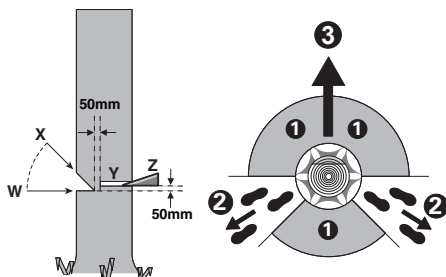

Fig. 1
Praticare il taglio di abbattimento almeno (Y) 50 mm sopra l'intaglio direzionale orizzontale, come illustrato nella Figura 1. Eseguire il taglio di abbattimento in posizione parallela rispetto all'intaglio a tacche orizzontale. Eseguire il taglio di abbattimento con una profondità tale da far rimanere soltanto una striscia ritagliata (striscia di abbattimento) che possa fungere da cerniera. La striscia ritagliata ha la funzione di impedire che l'albero possa girare su se stesso e cadere nella direzione sbagliata. Non tagliare mai completamente la striscia ritagliata. Quando il taglio di abbattimento si avvicina alla cerniera l'albero dovrebbe cominciare a cadere. In caso dovesse essere chiaro che l'albero potrebbe non cadere nella direzione richiesta oppure potrebbe piegarsi all'indietro e bloccare la catena della sega, interrompere il taglio di abbattimento e inserire nel taglio cunei di legno, di materiale sintetico o di lega leggera (Z) in modo da aprire ulteriormente il taglio e dare all'albero la linea di caduta richiesta (3). Quando l'albero inizia a cadere, togliere la sega a catena dal taglio, spegnere la macchina, posarla ed abbandonare l'area di pericolo utilizzando la via di fuga precedentemente determinata (2). Attenzione a rami che potrebbero cadere dall'alto ed evitare di inciampare. (Vedi Fig. 1)